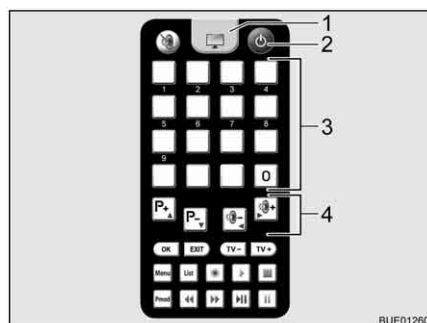

Bild 34 Fernbedienung
- Auf der Fernbedienung Taste "⏻" (Bild 34,2) drücken.
- Über die Speichertasten (Bild 34,3) oder die Funktionstasten (Bild 34,4) den gewünschten Sender einstellen.